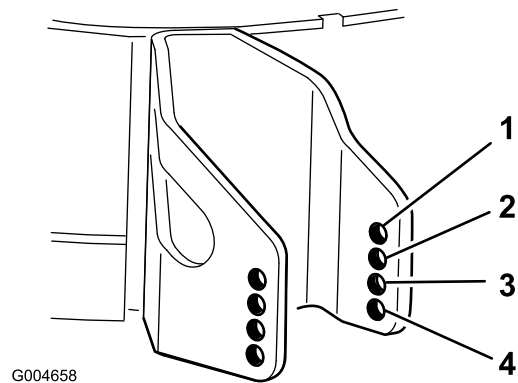

Bild 9
4. Wählen Sie ein Loch, bei dem die Antiskalpierrolle der gewünschten Schnitthöhe so nahe wie möglich ist (Bild 9).